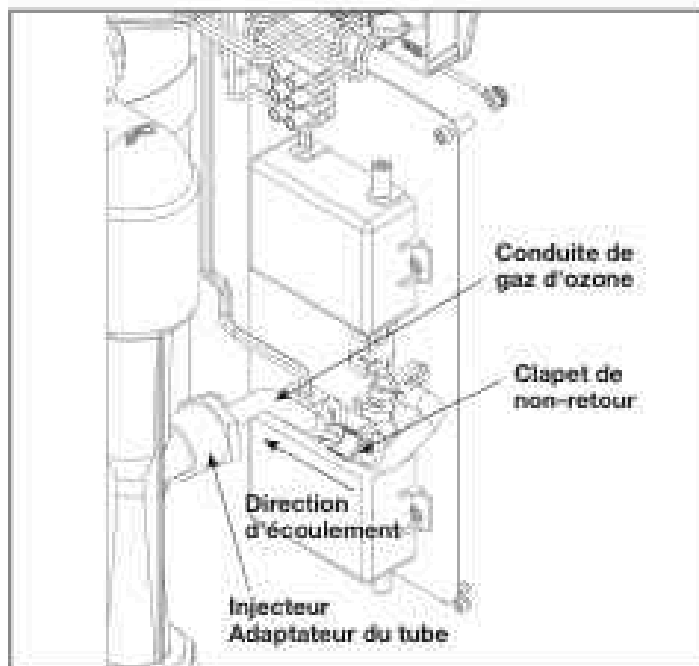

Figure 12. Vue d'angle du système de générateur d'ozone
Le gaz des modules d'ozone est aspiré à travers la conduite de gaz d'ozone par l'injecteur et dans l'eau. Le clapet de non-retour pour l'ozone (voir la Figure 12 Vue d'angle) de cette ligne empêche l'eau de revenir dans les modules d'ozone lorsque le Jandy AOP ne fonctionne pas.
Ce composant relie la conduite de gaz d'ozone au collecteur de l'injecteur (voir la Figure 12 Vue d'angle).
- Déconnecter le module d'ozone en traçant le câblage d'alimentation du module d'ozone jusqu'au connecteur le plus proche et en déverrouillant la languette du crochet du connecteur. Voir la Figure 12.